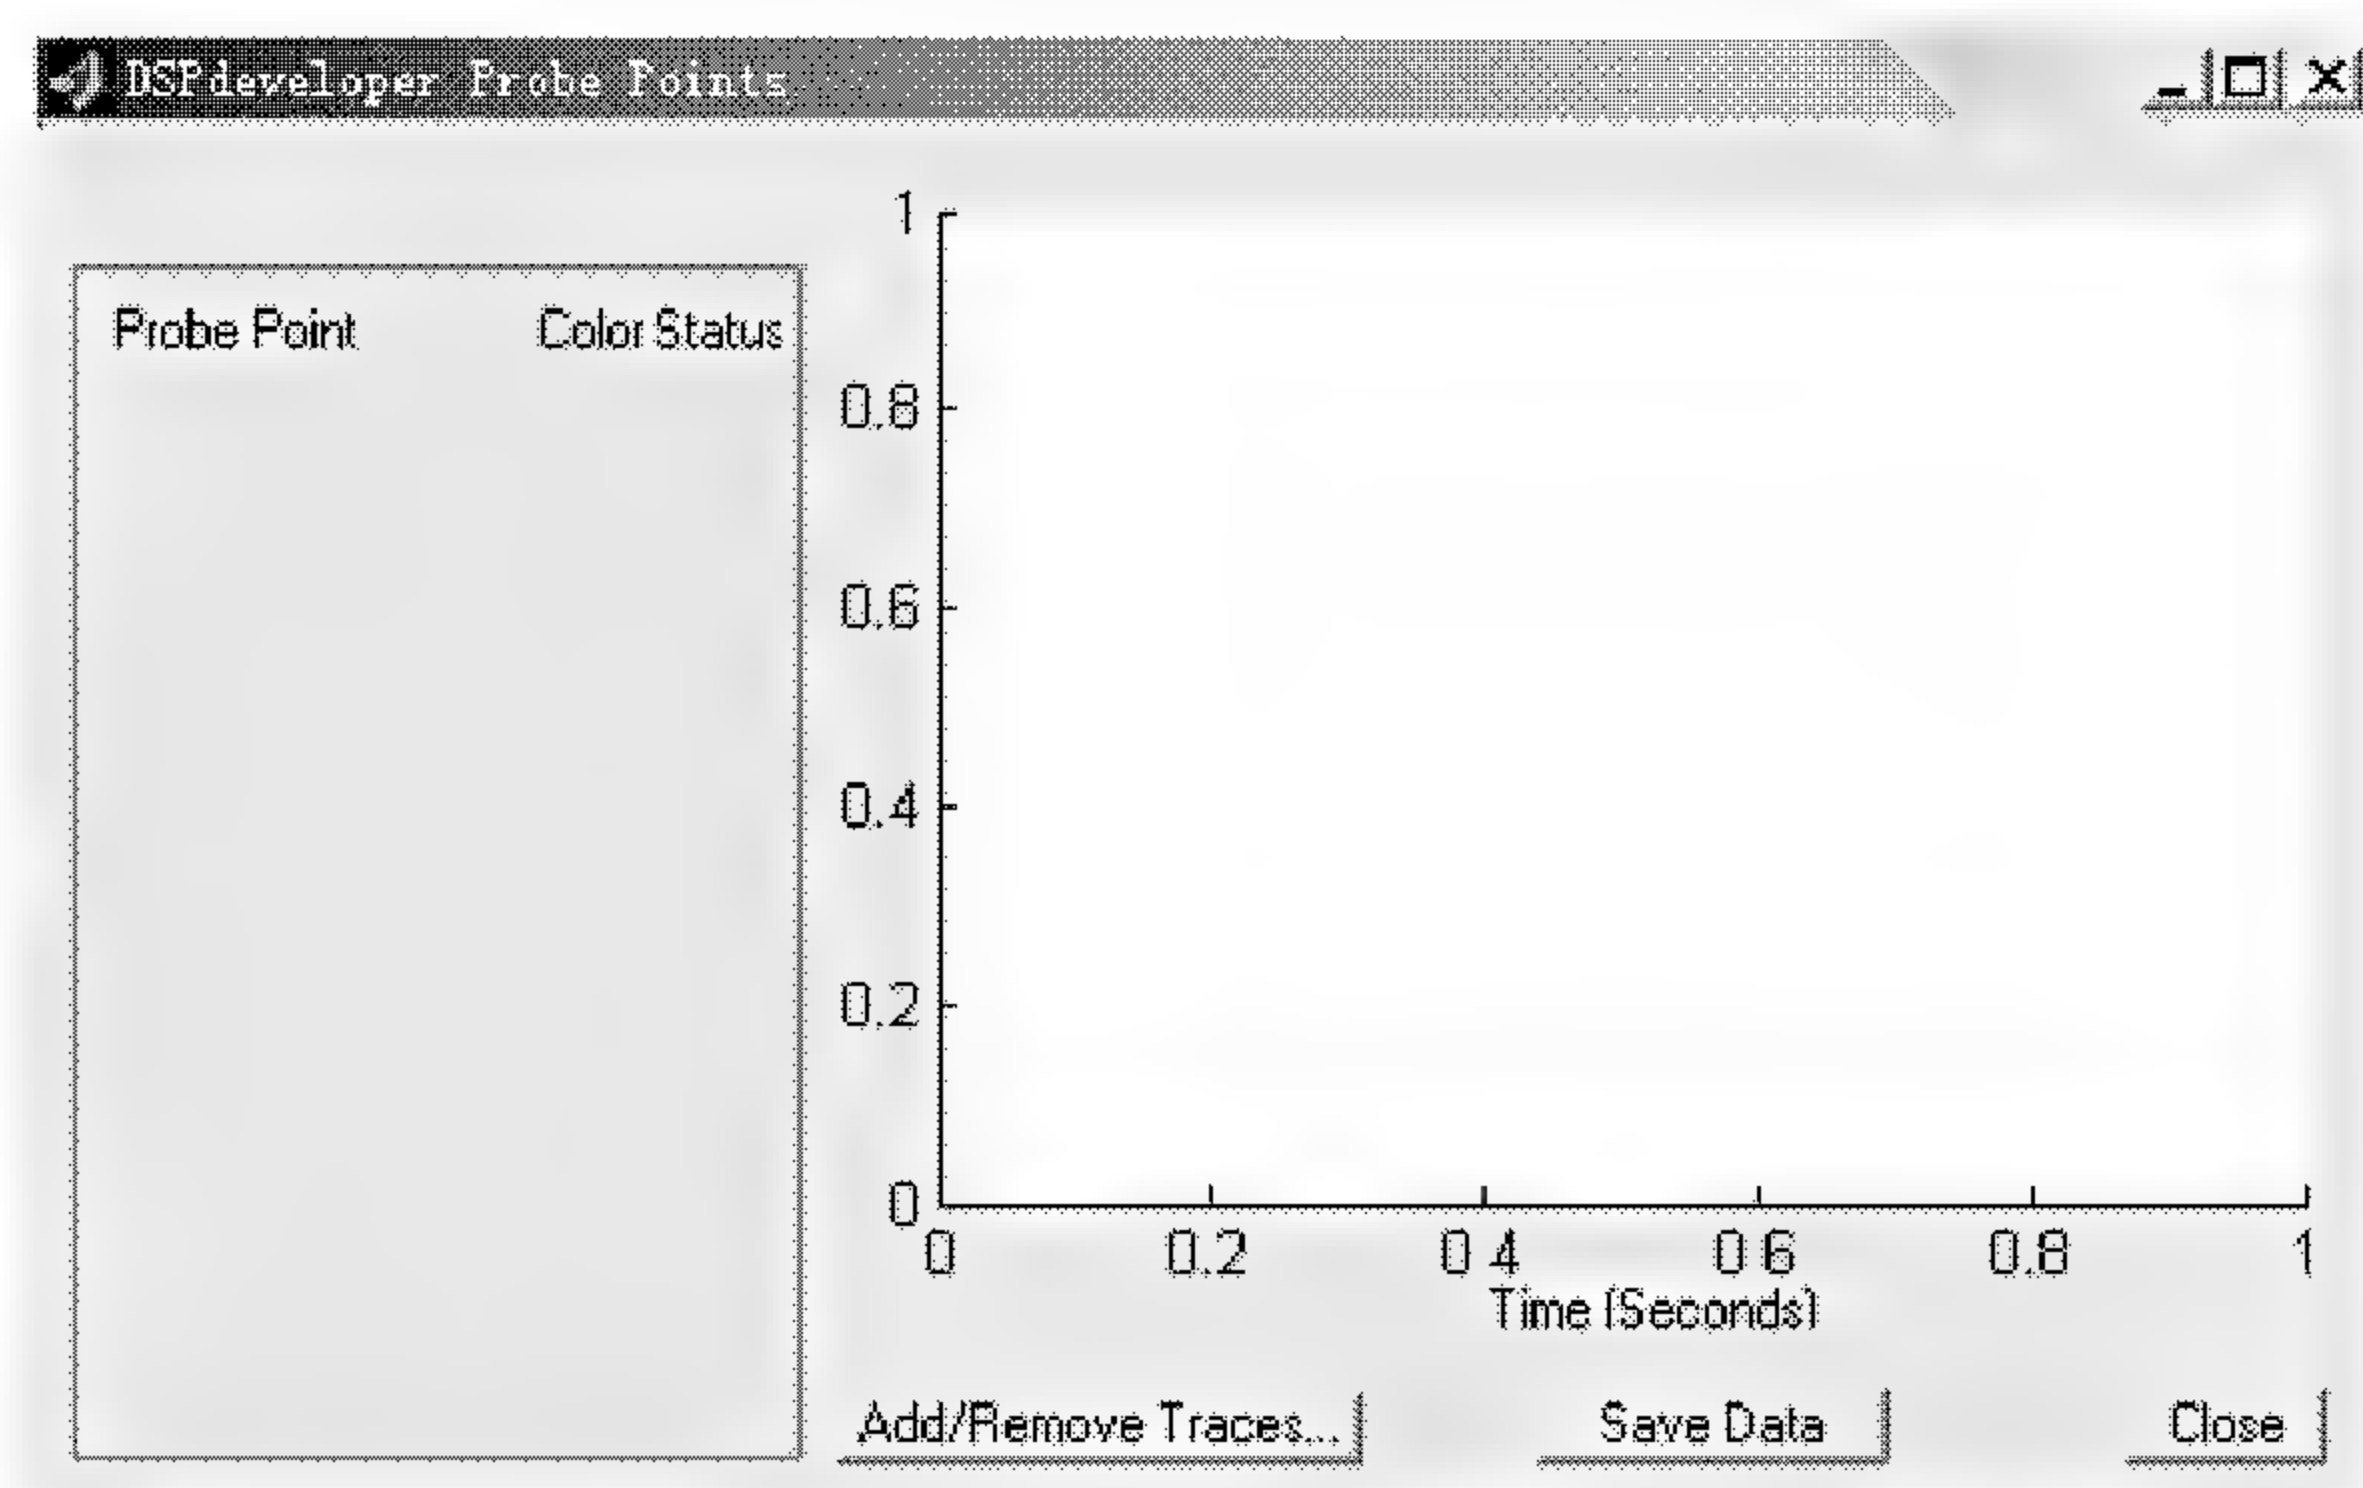

图 7.9 探点数据显示窗口
(12) 设置完探点后, 点击 DSPdeveloper 控制面板上的 Display Probe Points 按钮, 打开探点数据显示窗口, 如图 7.9 所示。